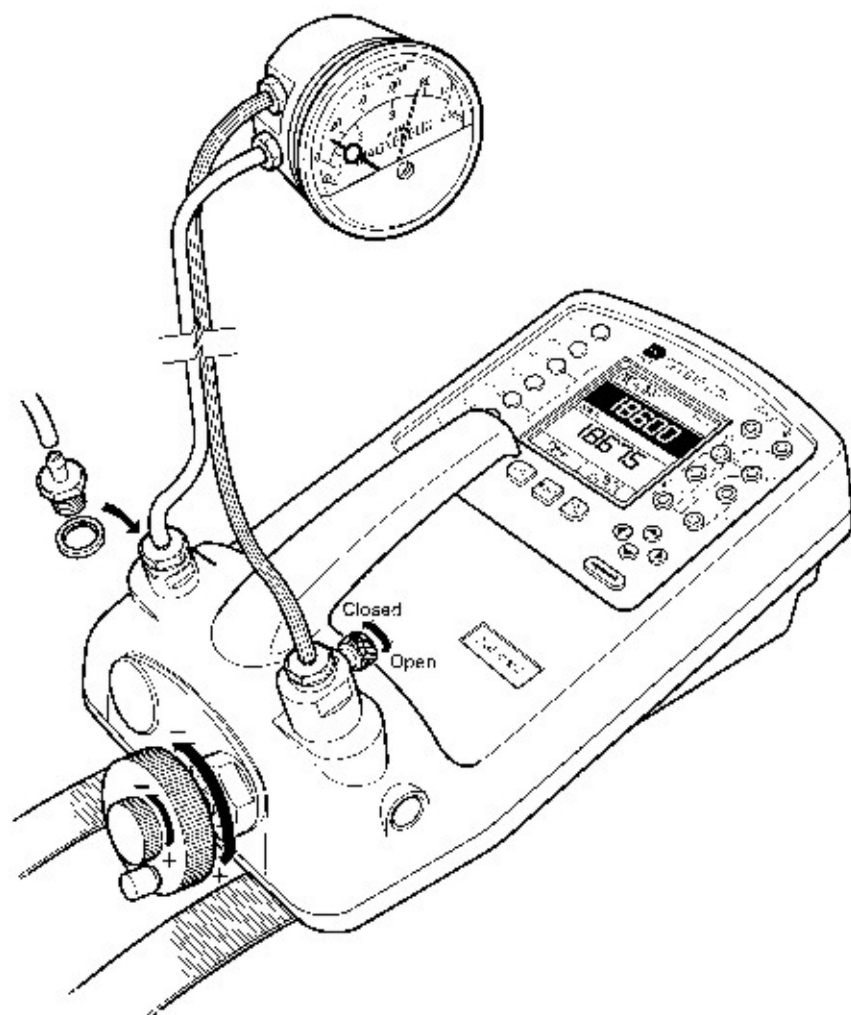

图 B2-DPI 610/615 LP 测试连接图
- 如图 B2 所示，将合适的密封连接件装在正压端(+)和负压端(-) 保证密封连接紧密
注意：为减小温度影响，应使用双管，双管的分离段长度越小越好。图 B2 所示为典型的 P-DISPLAY 压力-显示应用场合中压力表的连接方法
注意：为减小温度影响，应使用双管，双管的分离段长度越小越好 图 B2 所示为典型的 P-DISPLAY 压力-显示应用场合中压力表的连接方法。